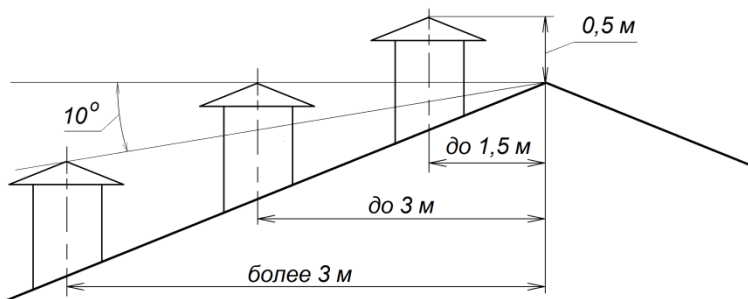

Рисунок 4. Варианты расположения дымовой трубы на крыше.
- д) выступающая над коньком крыши часть трубы должна быть (*см. рис.4*):